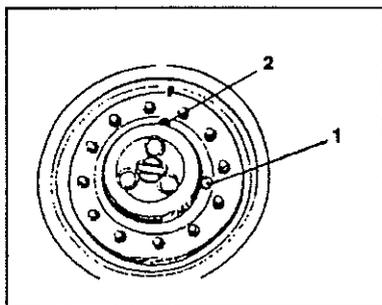

Fig. 29 - Engranaje planetario / posición de llenado de aceite
- 4 Llene con aceite nuevo a través del agujero (Fig. 29). Retire y coloque el tapón de nivel cuantas veces sea necesario hasta que el aceite comience a escorrer por el agujero horizontal (1). Ver las Especificaciones del Lubricante.